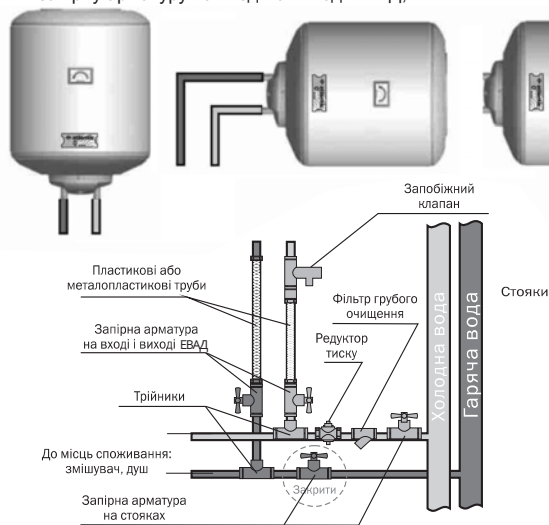
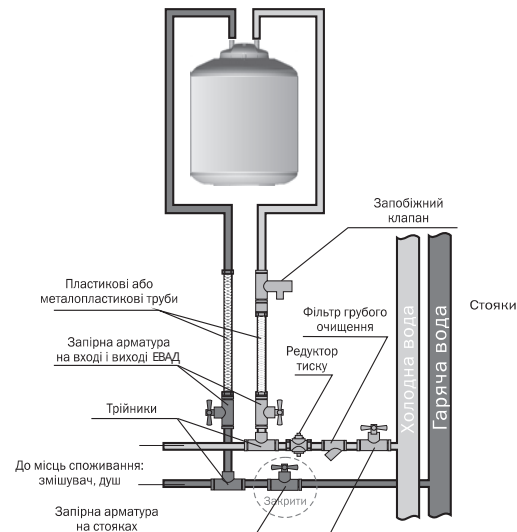

Рис. 5. Підключення ЕВАД у вертикальному / горизонтальному положенні
Рис. 6. Підключення ЕВАД, що встановлюється під мийкою
Підключення (рис. 5, 6):
**УВАГА!** Підключення до системи водопостачання ЕВАД моделей O'Pro PC 10SB, PC 15S має виконуватися чітко у відповідності зі схемою, наведеною на рис. 6. Запобіжний клапан кріпиться на трубопроводі осторонь від ЕВАД. При встановленні моделей Steatite в горизонтальному положенні патрубок подачі холодної води (помічений синім кільцем) повинен бути розташований знизу, а патрубок гарячої води (помічений червоним кільцем) - зверху (рис. 5).
**Увага! Один раз на місяць необхідно з запобіжного клапану видаляти вапняний осад і перевіряти чи його не заблоковано шляхом короткочасної установки тригера в горизонтальне положення, при цьому через зливний отвір витече невелика кількість гарячої води.** Для чого спочатку потрібно перекрити запірну арматуру на вході в ЕВАД (рис. 5, 6), а також відкрити кран гарячої води у місці споживання.
При тривалій перерві в роботі ЕВАД його необхідно від'єднати від електричної мережі та перекрити вентилі на вході та на виході (рис. 5).